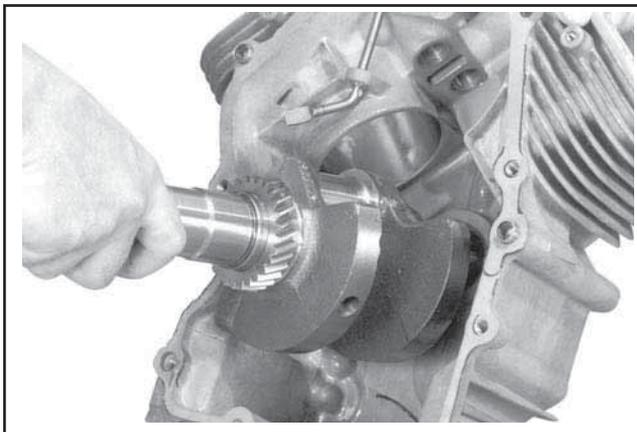

Figure 11-7. Installation de l'arbre moteur
1. Glisser prudemment l'extrémité du volant de l'arbre moteur à travers le palier principal du carter moteur. Voir la Figure 11-7.